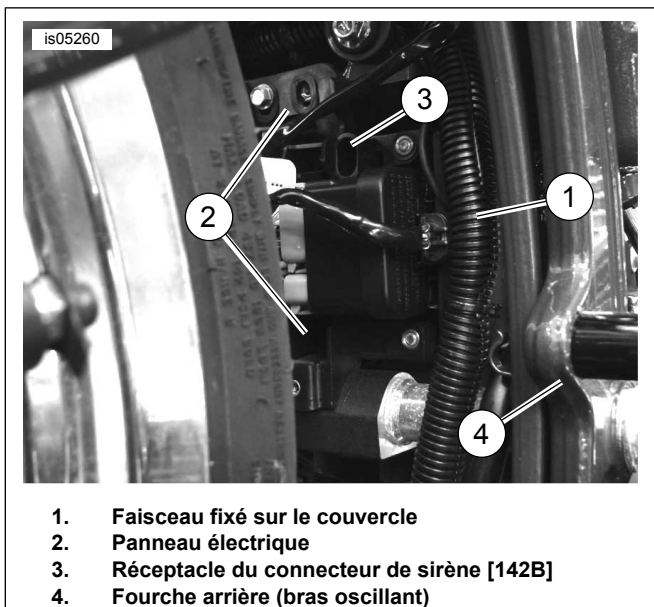
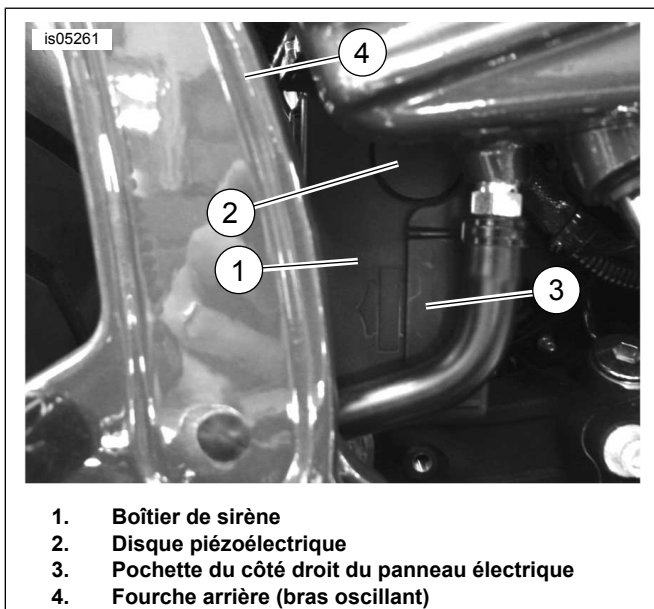

Figure 23. Panneau électrique (modèles FXCW/C)
Figure 24. Installation de la sirène (modèles FXCW/C)
2. Voir la Figure 23. Détacher le harnais (1) fixé sur le côté droit du couvercle du compartiment électrique (garde-boue déjà retirée dans la photo) à l'avant de la roue arrière. Retirer les deux vis à tête creuse hexagonale et rondelles qui retiennent le couvercle et retirer le couvercle du véhicule.
3. Retirer le connecteur de la sirène [142B] (3) du réceptacle (3) près de la partie supérieure du panneau électrique (2).
5. Voir la Figure 24. Orienter le boîtier de la sirène (1) avec le connecteur du harnais vers l'arrière et avec le disque sondeur (2) orienté vers l'extérieur. Fixer minutieusement le boîtier de la sirène dans la poche (3) du côté droit du panneau électrique.